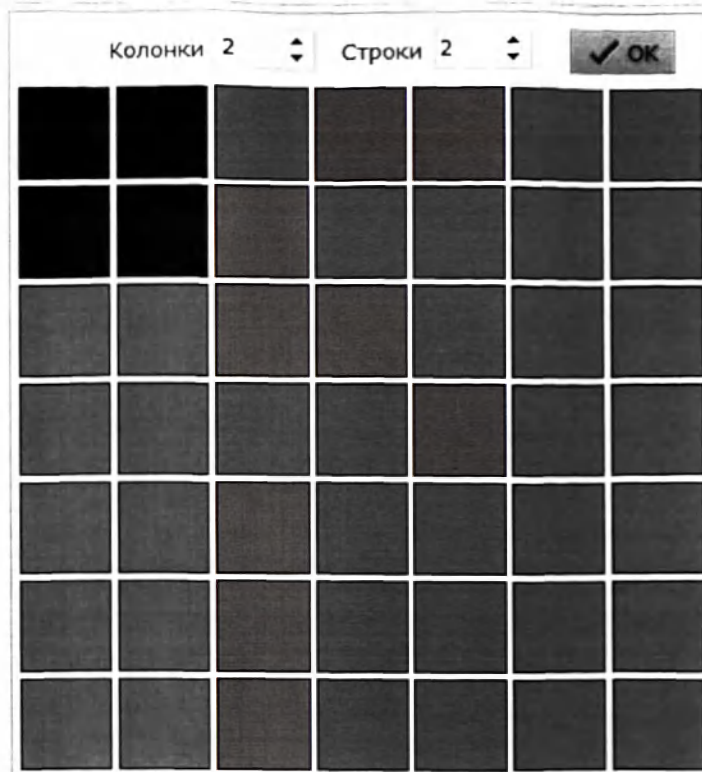

Рис. 4.28. Окно выбора раскладки по сериям, изображениям
-  Кнопка «Раскладка серий изображений» (сноска 2) предназначена для деления окна «Анализ изображений» на одну или несколько панелей изображений. При нажатии на нее открывается окно (рис. 4.28), в котором можно задать требуемую раскладку по сериям изображений одним из двух способов: нажатием левой кнопки мыши и ее перемещением с выделением соответствующих квадратов или с помощью элементов управления «Колонки» и «Строки».
Кнопка «Раскладка изображений в серии» (сноска 3) предназначена для разделения активной панели изображений на одно или несколько окон изображений. При нажатии на нее также открывается окно, представленное на рис. 4.28, с аналогичной в предыдущем пункте работой.